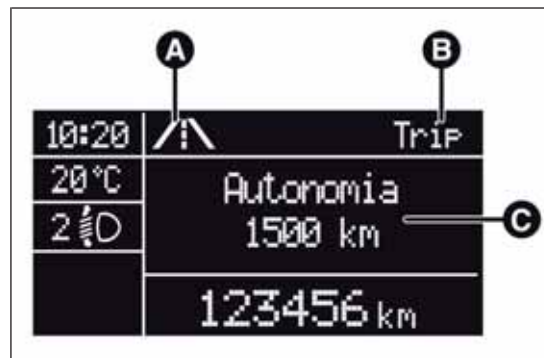

РИС. 11
- значок с анимацией вверху РИС. 11;
- надпись "Trip" (поездка) (или "Trip A" или "Trip B") (B);
- название, значение и единица измерения выбранного параметра (например, "Запас хода 1500 км) (C).